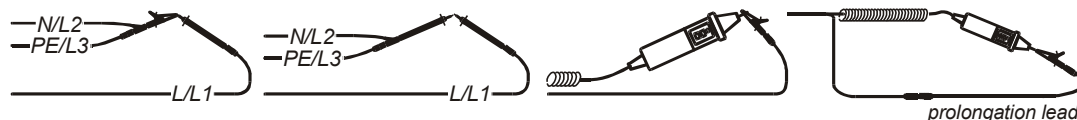

Figura 5.13: Cables de prueba cortocircuitados
- ❑ **Conecte** el cable de prueba al instrumento y cortocircuite los cables de prueba (véase la figura 5.13).